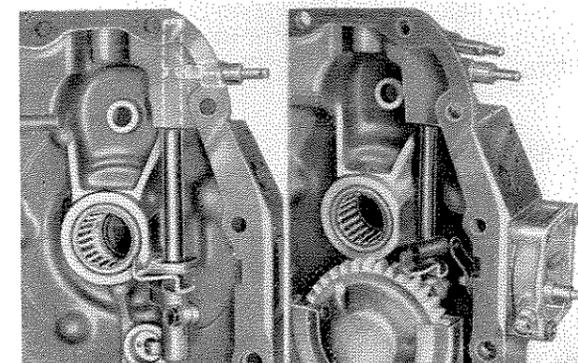

Fig. 53 - Montaggio leva e regolatore
Regolatore centrifugo: infilare il perno leva regolatore assicurandone la esatta posizione mediante la spina cilindrica che s'impegna nell'intaglio del perno (fig. 53).
- Montare la scatola comando regolatore e guarnizione collegando la molla all'estremità delle leve (fig. 53).